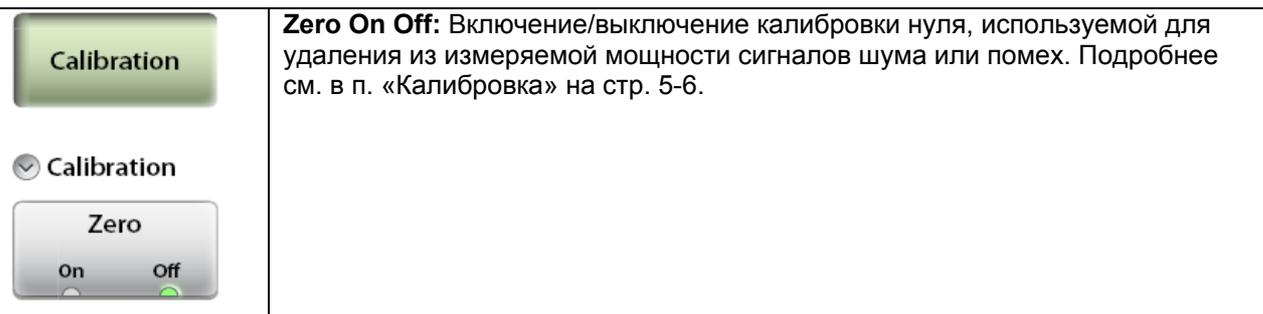

Рисунок 5-8. Меню Calibration в режиме измерителя мощности
3. Теперь любое изменение уровня мощности будет отображаться относительно установленного опорного уровня. См. рис. 5-8.